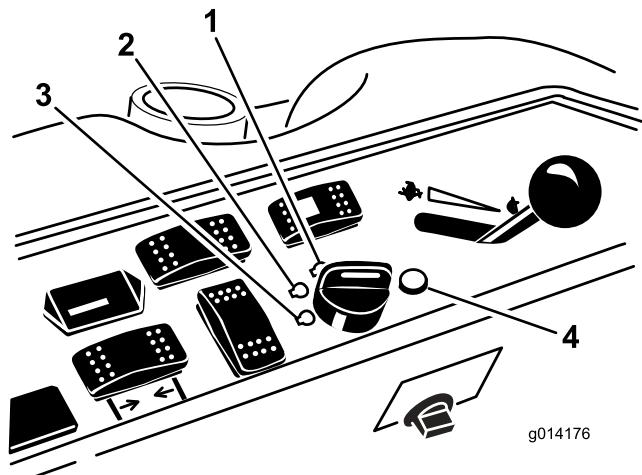

図 12
6. キーを RUN 位置に回す（図 12）。
3. キーを OFF 位置に回す（図 12）。すべての部分が完全に停止してから運転席を立つ。